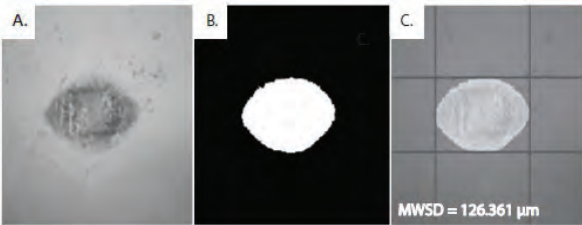

Рис. 4. Прогноз среднего диаметра пятна износа шара, тестируемого в дизельном топливе.
- Автоматическое прогнозирование следов износа шара с использованием алгоритма машинного обучения AI (Рис. 4)